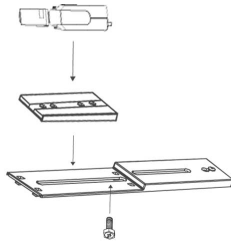

图 5.7 将摄像机和垫片连接至托架
UHI-ASBG-0 随附了两 (2) 个用于保持摄像机水平的垫片 (参见 第 12 页的图 5.7)。如果不使用垫片, 摄像机可能会下沉, 导致出现一个开孔效果。
3. 确定是否需要安装随附的垫片。如果需要, 将其放在托架较低一侧的顶部, 如 第 12 页的图 5.7 所示。